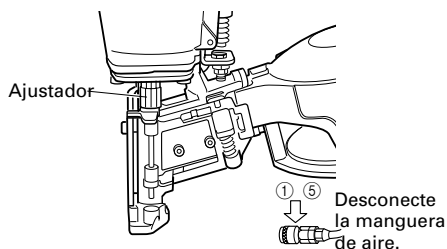

Fig. 8
- ① **DESCONECTE LA MANGUERA DE AIRE DEL MARTILLO NEUMÁTICO.** (Fig. 8)